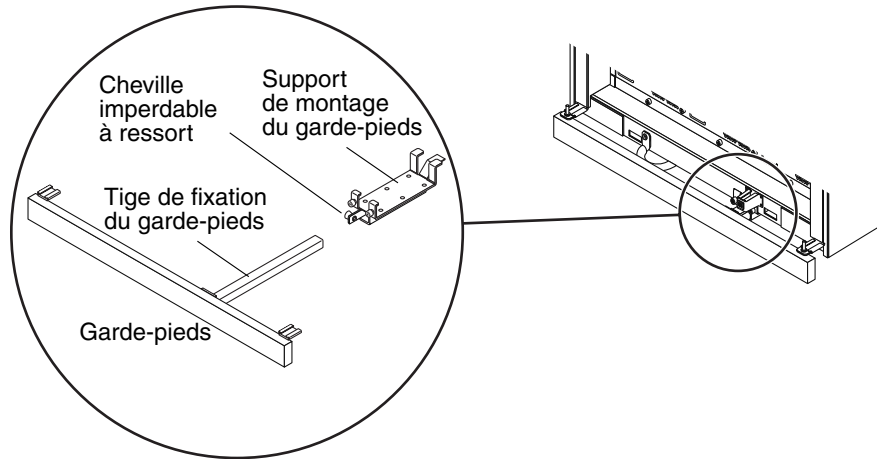

FIGURE 4-2 Démontage des garde-pieds du coffret
2. **Retirez les assemblages de garde-pieds avant et arrière (voir FIGURE 4-2).**